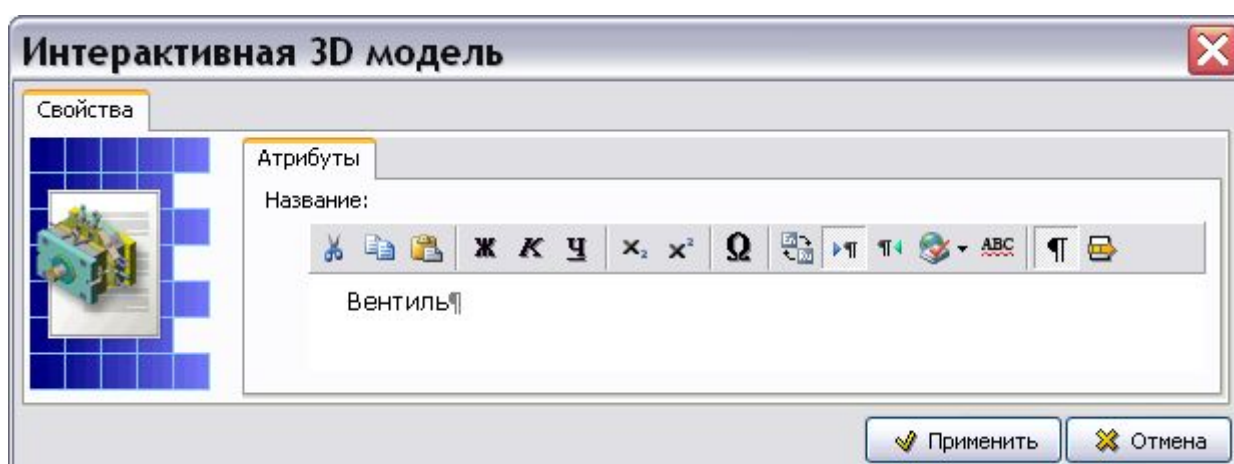

Рис. 4.65
2. Выделите раздел **IPA модели** и нажмите на кнопку  **Добавить**. При этом откроется окно **Интерактивная 3D модель** (Рис. 4.65).
3. Заполните вкладку **Атрибуты**, как показано на Рис. 4.65.